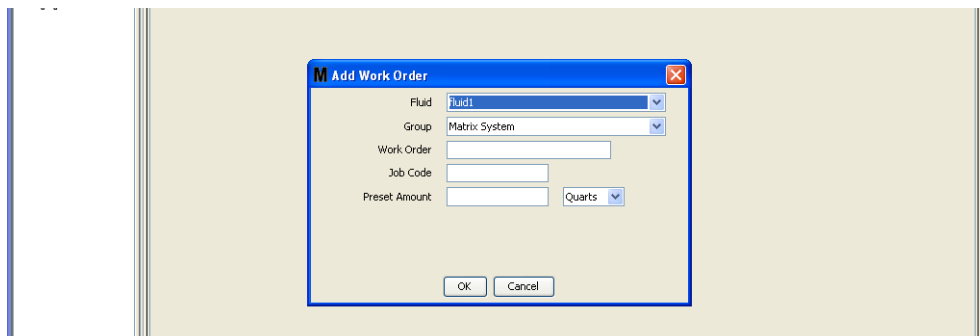

FIG. 116
4. La schermata Add Work Order (Aggiungi ordine di lavoro) è mostrata nella FIG. 116.